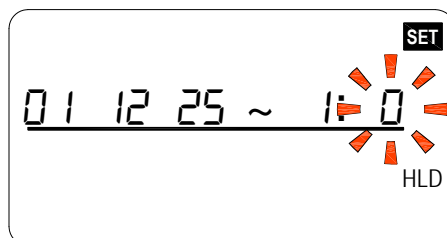

Abbildung 34
11. Drücken Sie  um die Monateinstellungen zu speichern. Die Anzeige zeigt nun den gesetzten Endmonat und das Tagesfeld blinkt, siehe Abbildung 34.